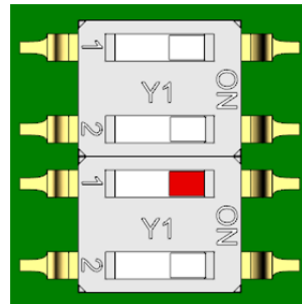

Abb. 4: 2-Drahtbetrieb
- ▶ Schieben Sie den *DIP-Schalter 1* unten in die Position ON (Abb. 4).